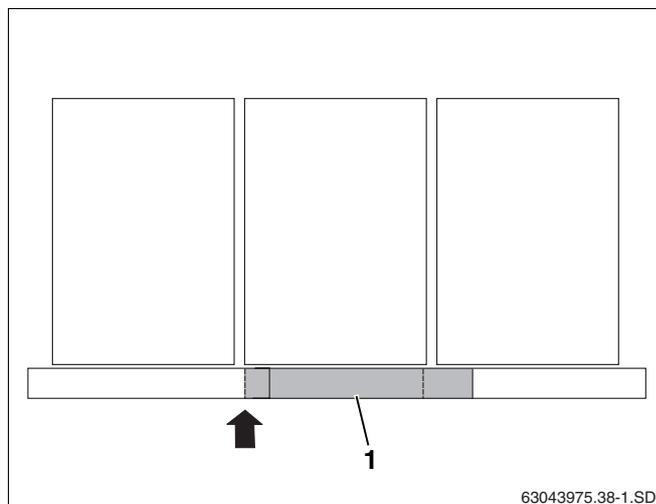

Fig. 44 Posizionamento delle lamiere di coperture centrali con collettori montati verticalmente
In presenza di più di due collettori montati verticalmente, le lamiere di copertura inferiori centrali (fig. 44, **pos. 1**) sono necessarie. Queste devono essere montate, sul lato sinistro, a paro con il collettore (freccia).